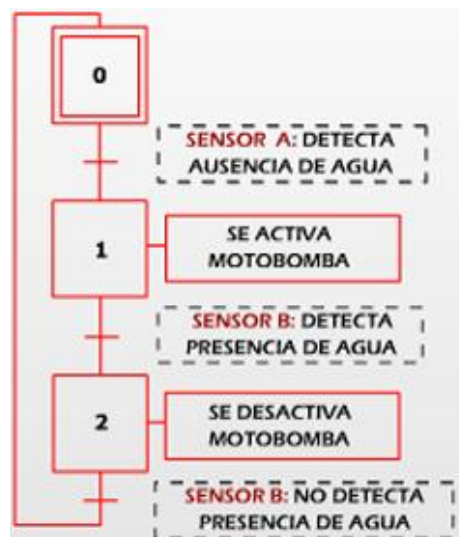

Figura 1. GRAFCET
1. Tenga en cuenta el GRAFCET compartido en la figura 1.